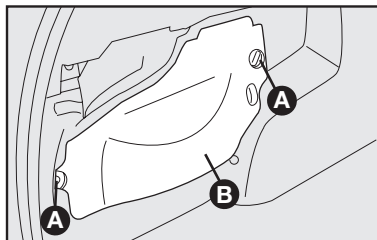

fig. 26
16) Para Palio Weekend, recoloque la tapa **B-fig. 26** apretando los tornillos **A**.